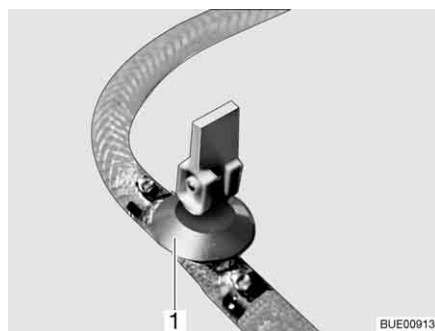
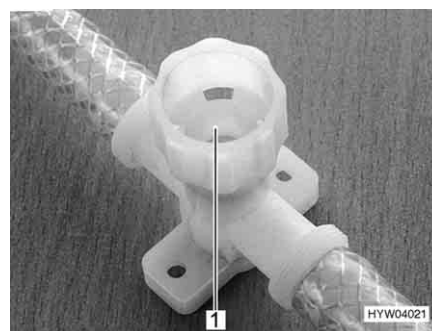

Fig. 212 Rubinetto di scarico (con leva a bilancere)
Fig. 213 Rubinetto di scarico (con tappo a vite)
- Aprire tutti i rubinetti di scarico. Mettere la leva a bilanciere del rubinetto di scarico (Fig. 212,1) in posizione verticale o chiudere il coperchio del rubinetto di scarico (Fig. 213,1) in senso antiorario.